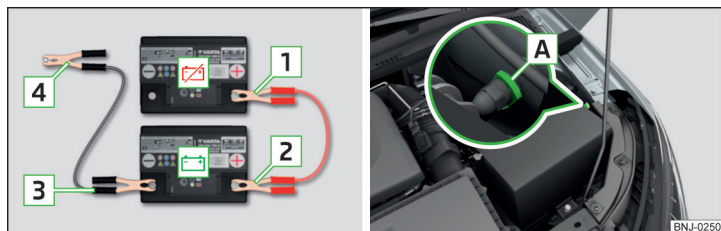

Fig. 188 Pornirea asistată: - bateria descărcată, - bateria furnizoare de curent/punctul de masă al motorului la sistem START-STOP
- La autovehiculele **cu** sistem START-STOP conectați clema **4** la punctul de masă al motorului **A** » fig. 188.